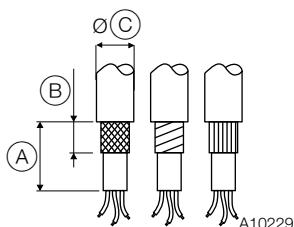

Рис. 1. Изоляция кабеля подключения
- Изолируйте кабель согласно Рис. 1.